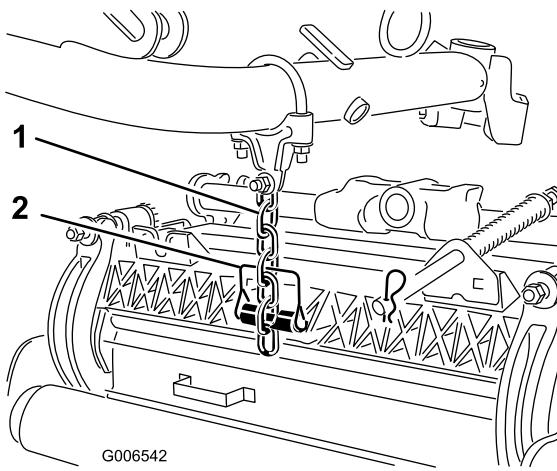

Figure 19
- Fixez la chaîne du bras de relevage au support de chaîne du plateau de coupe (Figure 19) avec la goupille élastique comme suit .